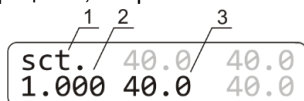

Рисунок 4. Дисплей в калибровочном режиме: 1. Индикатор калибровки; 2. Коэффициент калибровки; 3. Температура с текущим коэффициентом
- 6.2. Для изменения калибровочного коэффициента держите нажатой кнопку **↯ RUN/STOP** дольше 8 с для входа в калибровочный режим. На дисплее появится калибровочный коэффициент, см. рис. 4.
- 6.3. **Восстановление заводских установок.** Чтобы восстановить заводские установки, с помощью кнопок **▲** и **▼ T (°C)** установите значение коэффициента 1.000, как показано на рис. 4/1. Нажмите кнопку **▶/■ RUN/STOP** один раз, чтобы сохранить изменения.
- 6.4.5. Держите кнопку **↯ RUN/STOP** нажатой более 8 с, чтобы активировать режим калибровки. Дисплей покажет параметры, изображенные на рис. 4.